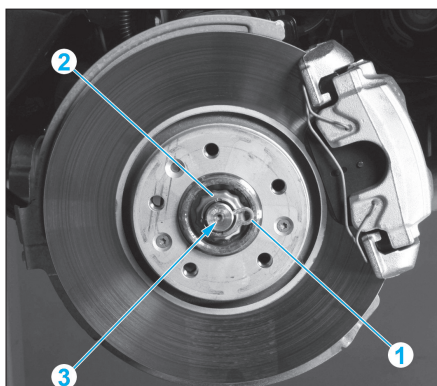

Fig. 5
- la goupille (1) (Fig.5),
- la cage de frein d'écrou (2),
- l'écrou de transmission (3),